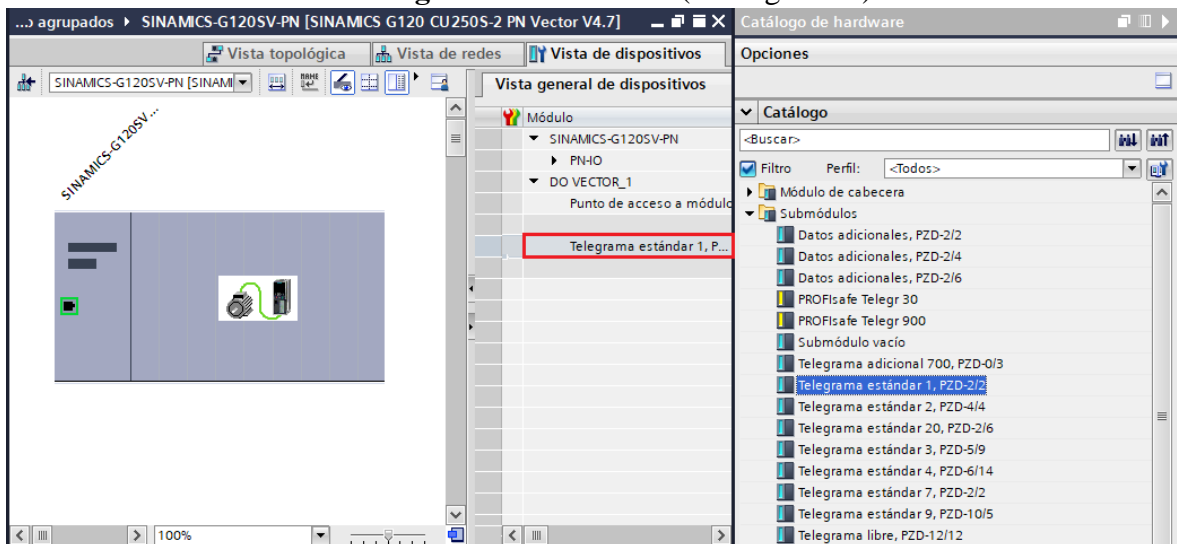

Figura 26. Visualización del telegrama agregado.
- Para comprobar que el telegrama se agregó, se debe visualizar en “Vista general de dispositivos”, esta ventana debe mostrar “Telegrama estándar 1” (ver Figura 26).